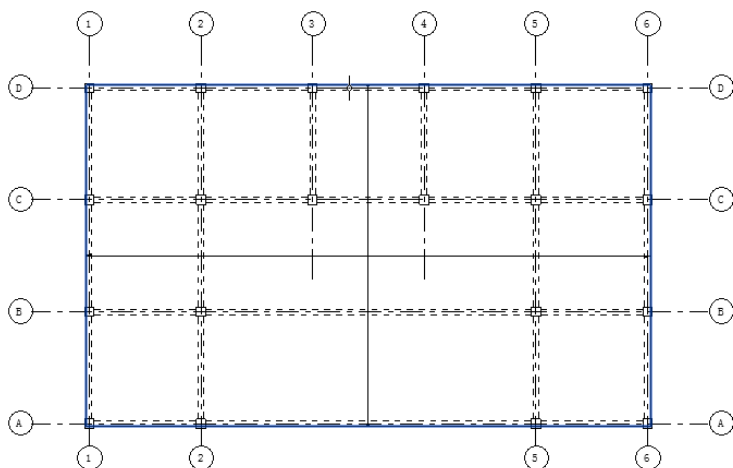

图 13-55 选择楼板
(1) 打开 11.1.1 节绘制的文件，单击“结构”选项卡“钢筋”面板中的“面积”按钮，选择楼板或墙以接收钢筋网区域，这里选择已经绘制好的楼板为钢筋网区域的放置位置，如图 13-55 所示。